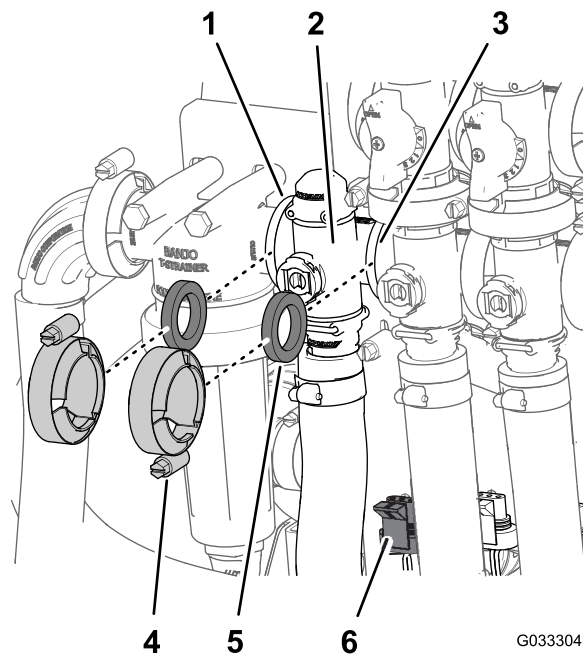

Figura 62
1. Rimuovete i morsetti e le guarnizioni che fissano il collettore della valvola di comando del volume (Figura 62).